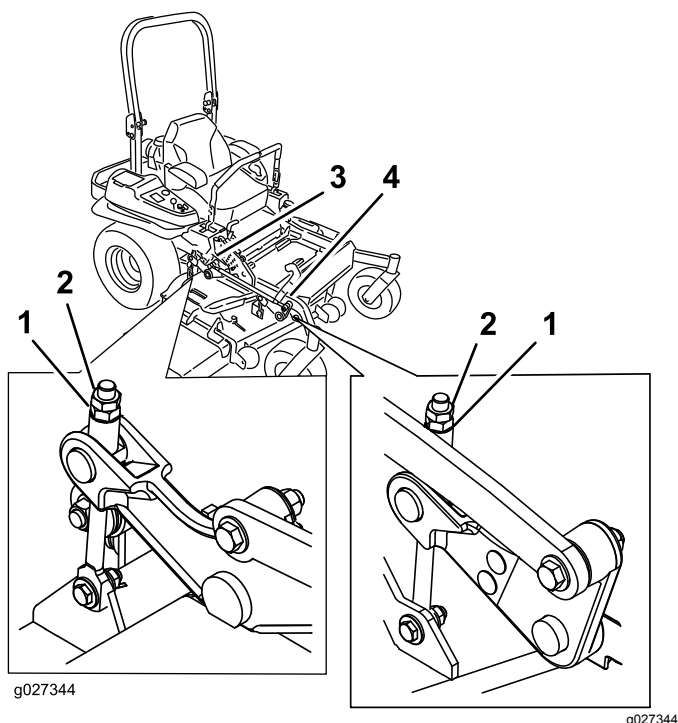

Figura 95
10. Afine a porca de ajuste no conjunto de elevação da plataforma frontal rodando-a (Figura 95).